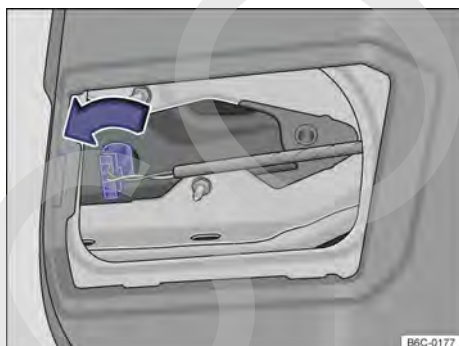

Fig. 134 En la tapa trasera: desinstalar el portalámparas.
4. Girar el portalámpara → fig. 134 hasta el tope en sentido antihorario y desencajarlo del alojamiento.